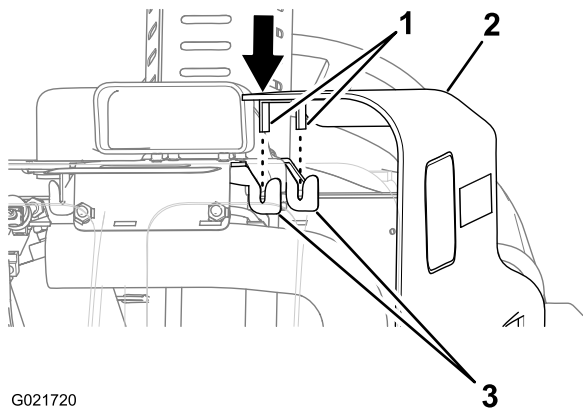

Figura 36
- 2. Allineate le alette sulla parte superiore del pannello con le staffe riceventi sulla macchina (Figura 36).